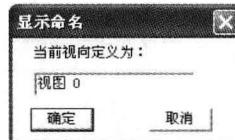

图1-20 “显示命名”对话框
(1) 系统视向^⑥: 双击系统视向中的某视图, 图形按选择的视图来显示。系统中给定了11个固定的视向, 包括主视、俯视、左视-机床YZ、右视、仰视、后视-机床ZX、正等侧、正二侧、正三侧、机床XY和机床轴侧。
(2) 添加视向类型。
(3) 视向方向: 在当前坐标系(可以是自定义坐标系)中, 从输入的坐标点向原点看。
(4) 文档视向: 用户添加的文档视向。
(5) 添加: 将指定视向添加进系统视向或文档视向中。选择视向类型, 给定视向方向, 单击“添加”按钮, 弹出“显示命名”对话框, 如图1-20所示。给定名称, 单击“确定”按钮, 可见该视向已加入到系统视向或文档视向中。如果将视向加入到文档视向中, 需要保存该文件, 才能将这一视向永久地加入到该文件中。如果将视图加入到系统视向中, 系统将自动保存这一视向。